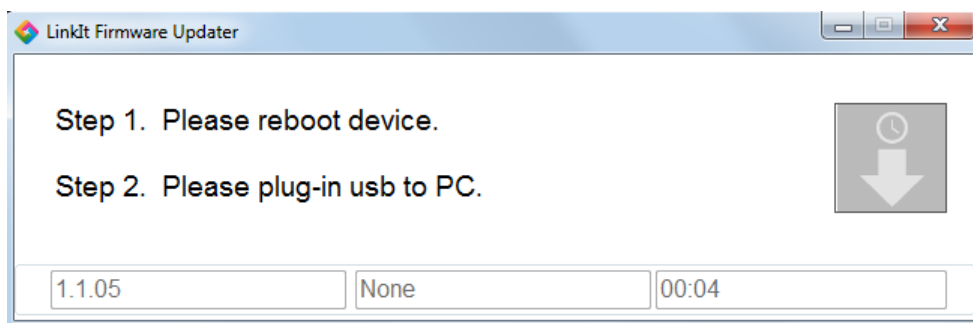

图 24 更新开发板固件的说明
- 4) 依照图 24 说明, 断开 LinkIt ONE 与您电脑的连线, 再重新接上。